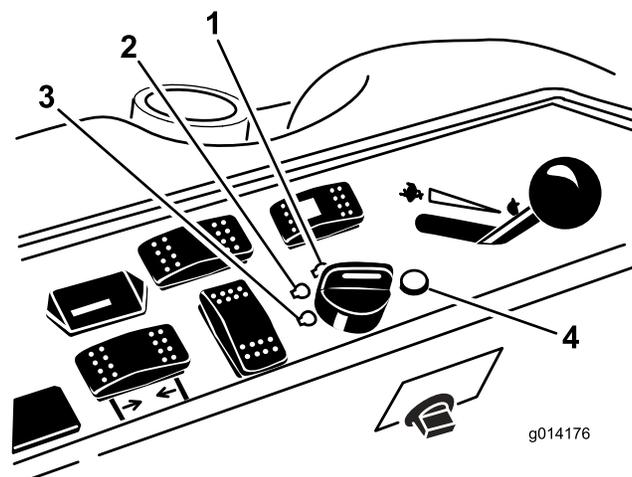

Figure 16
- Tournez la clé de contact dans le sens horaire à la position CONTACT (Figure 16).
3. Tournez la clé de contact à la position ARRÊT (Figure 16). Attendez l'arrêt de toutes les pièces mobiles avant de quitter la position d'utilisation.